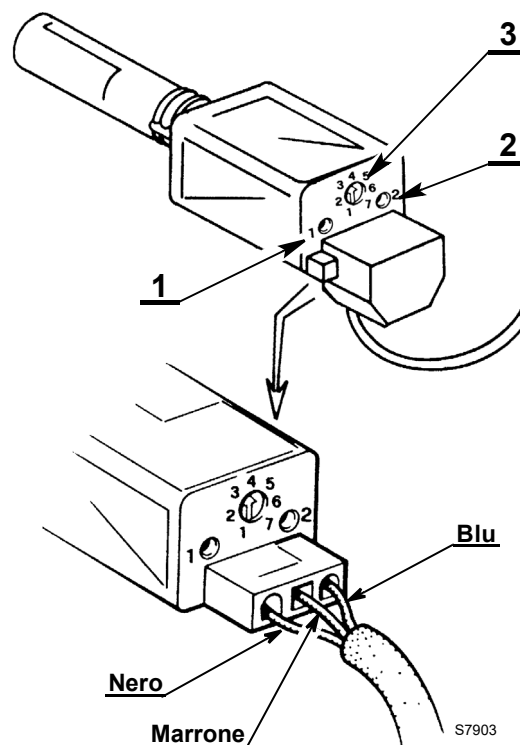

Fig. 14
- potenziometro 3)(Fig. 14) regola la sensibilità.
- Led 1)(Fig. 14) indica la sensibilità.
- Led 2)(Fig. 14) indica il funzionamento.
- agire sull'indice del potenziometro 3)(Fig. 14) girando in senso antiorario finché il led 1)(Fig. 14) lampeggia, definendo così il valore minimo della tacca.
- Agire sull'indice del potenziometro 3)(Fig. 14) ruotando in senso orario fino a determinare una luminosità stabile del led 1)(Fig. 14).